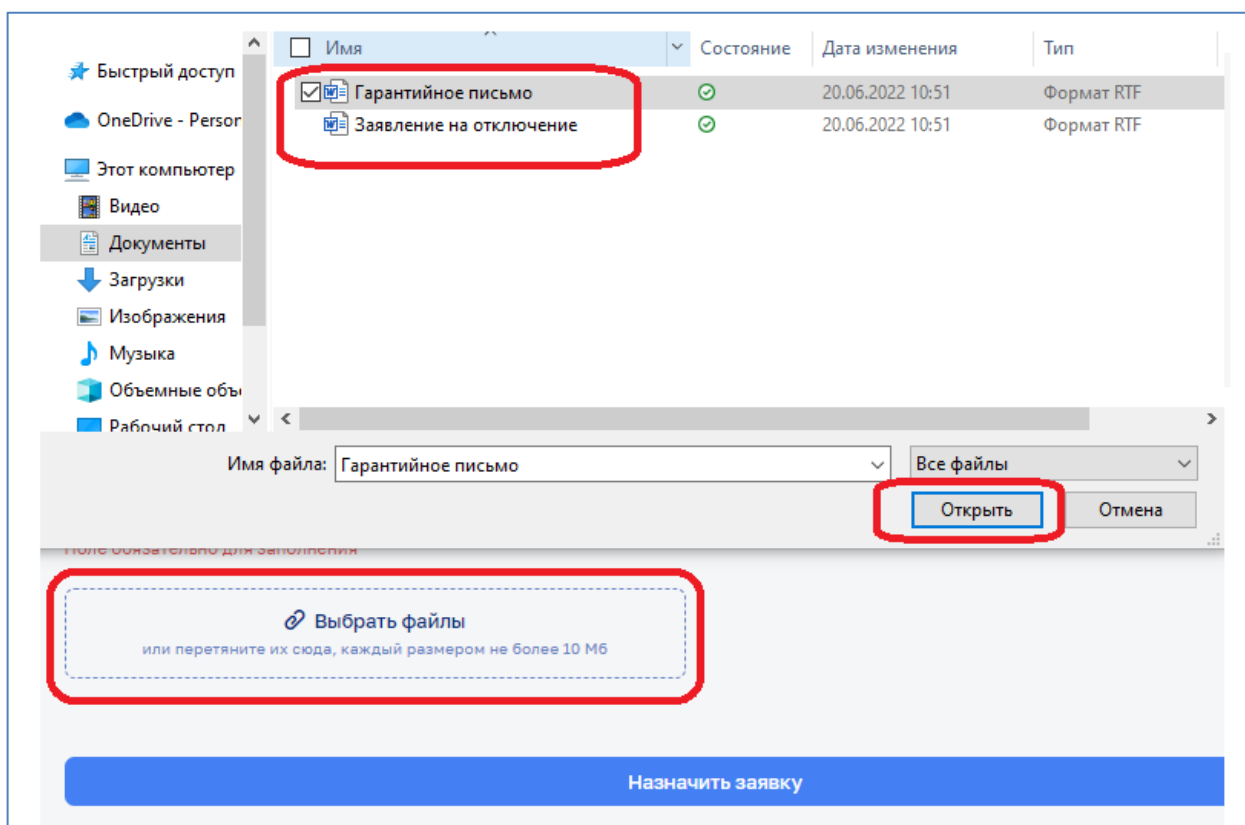

Рисунок 53 – Выбор файла
- Выбрать файлы – при необходимости к заявке прикрепляются файлы, например заявления, письма, фотографии и т.п. После нажатия на кнопку «Выбрать файлы» необходимо выбрать файл на диске и нажать кнопку «Открыть» (Рисунок 53). Файл будет добавлен к обращению.